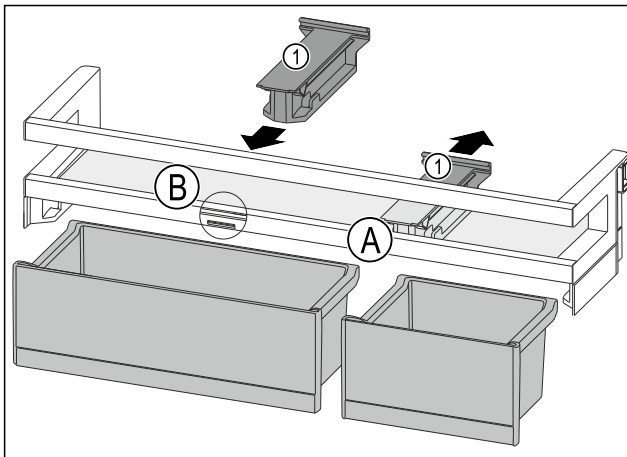

Fig. 171
- ▶ Retirer la pièce de retenue Fig. 171 (1) en position Fig. 171 (A) vers l'arrière.
- ▶ Mettre la pièce de retenue Fig. 171 (1) en position Fig. 171 (B).